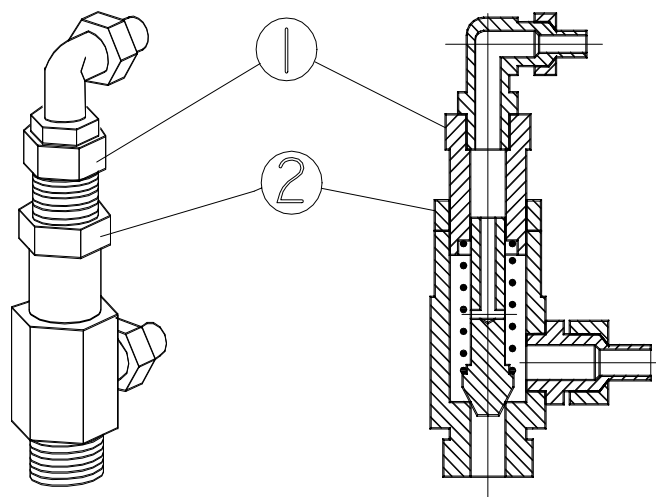

FIG. 13
-- 8.2) CHECKING AND SETTING OF THE MAXIMUM FINAL VALUE (Fig. 13) --